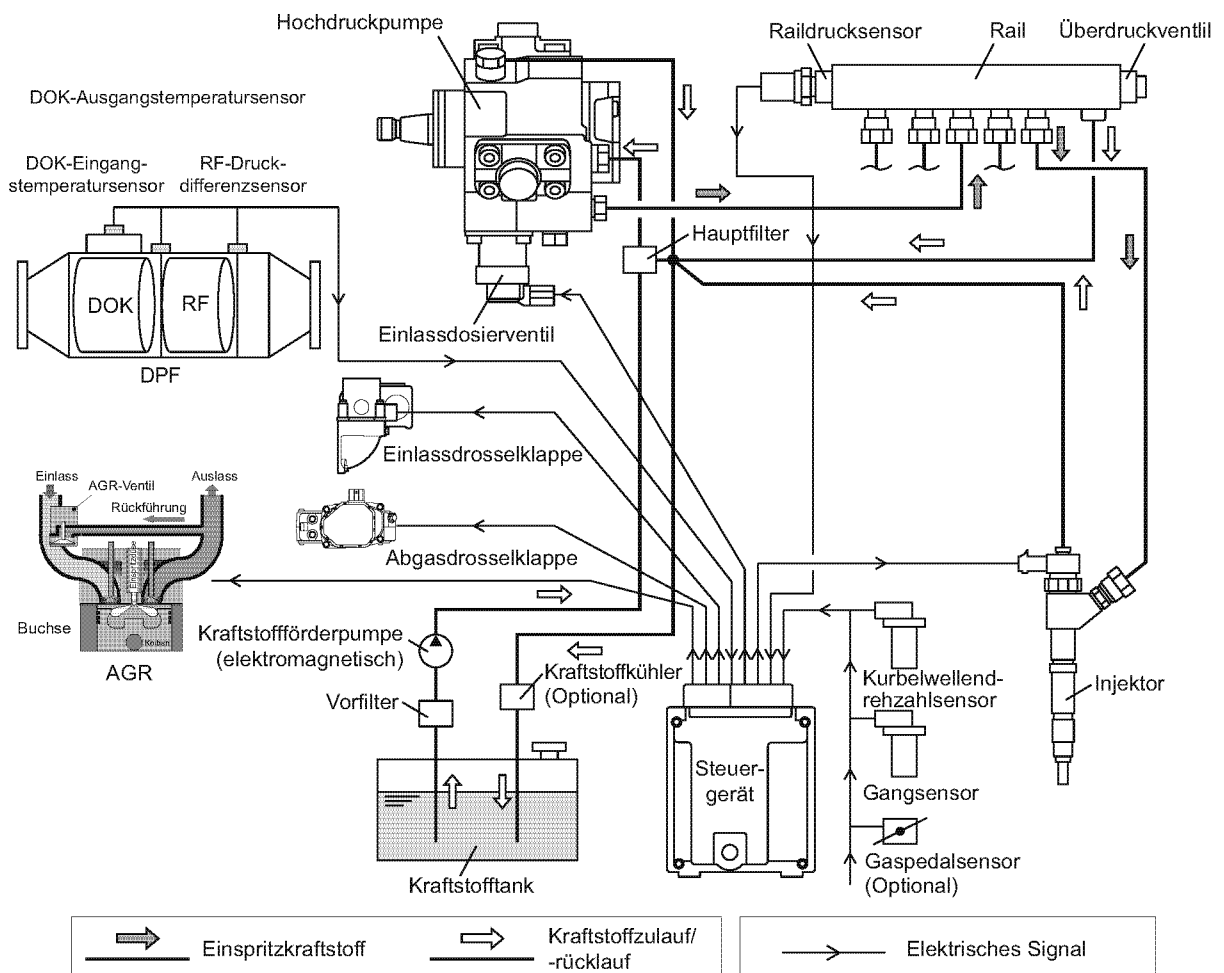

Abbildung 8
1. Common-Rail-System, 2. AGR-System, das die Abgaszirkulationsmenge gemäß der Motorlast sowie die Anzahl an Umdrehungen kontrolliert, um die EPA-Emissionsanforderungen (EPA2012) zu erfüllen und 3. ein System, das den Betrieb des DPF-Regenerationsmodus steuert, indem die Einlassdrossel je nach Status (Verstopfung) des Dieselpartikelfilters (DPF) oder der Nachbehandlungsvorrichtung angepasst wird. In **Abbildung 8** ist eine Übersicht eines solchen elektronischen Steuersystems zu sehen.